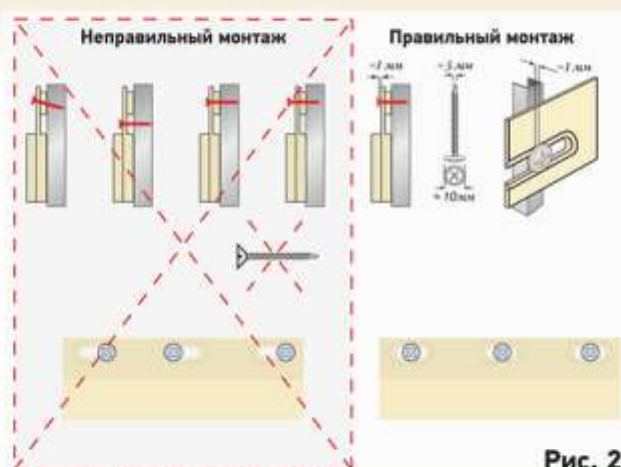

Рис. 2
- Закрепите фасадный J-профиль по аналогии с монтажом всех используемых элементов системы (Рис. 2). Для того, чтобы завести панель в универсальный J-профиль, его достаточно отогнуть.
- Установите нижнюю часть панели на стартовый профиль и закрепите её саморезами в гвоздевых отверстиях, руководствуясь рекомендациями (Рис. 2). Следующая панель устанавливается на стартовый профиль аналогично первой и заводится в первую панель до касания с термокомпенсаторами.
- Закрепите вторую панель на обрешетке, руководствуясь рекомендациями (Рис. 2). Последующие панели устанавливаются аналогично.